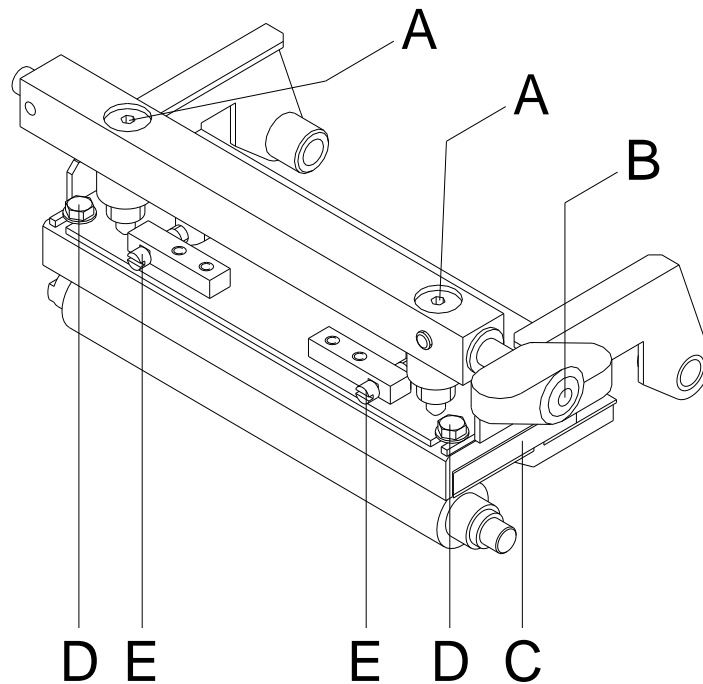

Abbildung 17
1. Schrauben (D, Abbildung 17) mit einem Sechskantschlüssel ca. ¼ Umdrehung lösen.
2. Parallelität mit den Stellschrauben (E, Abbildung 17) einstellen.
4. Schrauben (D, Abbildung 17) wieder anziehen.
1. Andruckschrauben (A, Abbildung 17) drehen, um den Druckkopfandruck zu verändern.
2. Drehen der Andruckschrauben (A, Abbildung 17) im Uhrzeigersinn ergibt eine Andruckerhöhung.
3. Drehen der Andruckschrauben (A, Abbildung 17) gegen den Uhrzeigersinn ergibt eine Andruckverringerung.